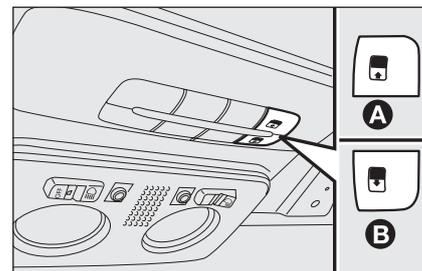

fig. 77
Per chiuderle seguire il procedimento inverso. Il funzionamento del tetto apribile avviene solo con chiave di avviamento in posizione **MAR**. I comandi **A** e **B** fig. 77 posti su plancia dedicata vicino alla plafoniera anteriore comandano le funzioni di apertura/chiusura tetto apribile.
Premere il pulsante **B**-fig. 77 e mantenerlo premuto, il pannello vetro anteriore si porterà in posizione “spoiler”; premere nuovamente il pulsante **B** e, agendo sul comando per più di mezzo secondo, si innescerà il movimento del cristallo del tetto che prosegue automaticamente fino ad una posizione intermedia (posizione “Comfort”).
Dalla posizione di apertura completa, premere il pulsante **A**-fig. 77 e, se si agisce sul pulsante per più di mezzo secondo, il cristallo anteriore del tetto si porterà automaticamente in posizione intermedia (posizione “Comfort”).
- premere il pulsante **A-fig. 77** fino alla completa chiusura del tetto. Rilasciare il pulsante;